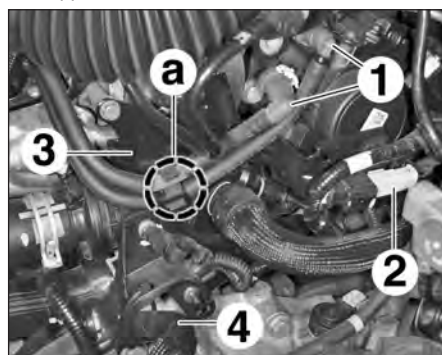

FIG.43
- Débrancher les canalisations de carburant basse pression (1) (Fig.43).
- le faisceau électrique (2) du support (3),
- les canalisations basse pression (1) en (a).
- le faisceau électrique (4) et l'écarteur du support (3),
- le support (3).